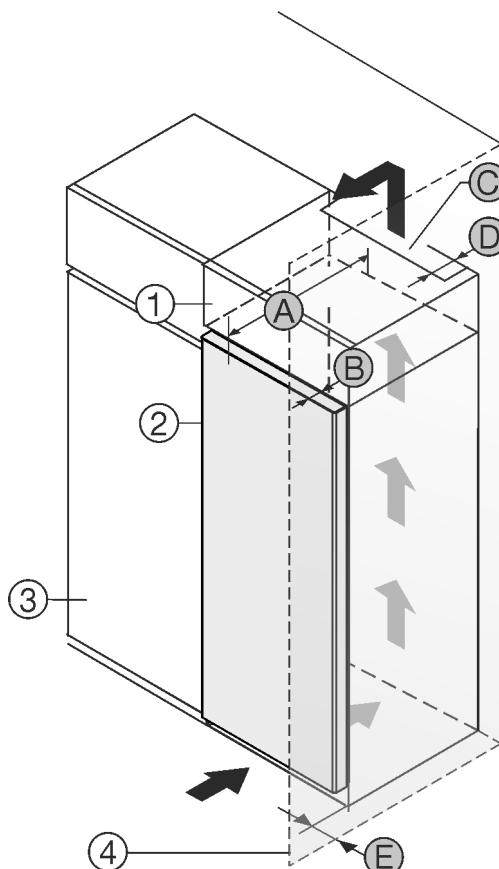

Fig. 1
Uređaj možete postaviti neposredno pored kuhinjskog ormara Fig. 1 (3).*
Na stražnjoj strani visećeg ormara treba postojati otvor za odzračivanje dubine Fig. 1 (D) po cijeloj širini visećeg ormara.*
Ispod stropa prostorije treba poštovati ventilacijski presjek Fig. 1 (C).*
Kada se uređaj postavlja s okovima pored zida Fig. 1 (4), razmak između uređaja i zida mora iznositi najmanje 13 mm.*
Kako biste vrata mogli potpuno otvoriti, uređaj mora biti za dubinu vrata Fig. 1 (B) ispred u odnosu na prednjicu kuhinjskog ormara. Ovisno o dubini kuhinjskih elemenata Fig. 1 (3) i uporabi zidnih odstojnika, uređaj može i dalje stršati.*